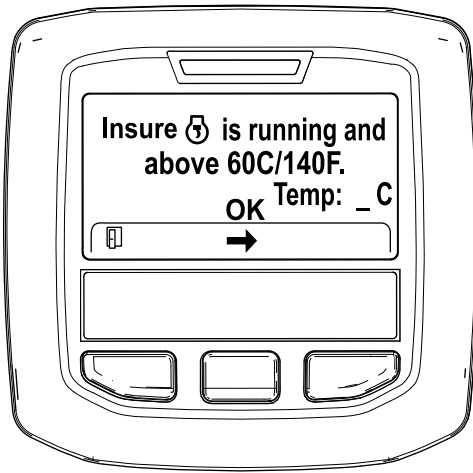

Figura 47
5. Se la temperatura del refrigerante è inferiore a 60°C, viene visualizzato il messaggio "Assicurarsi che  sia in funzione e sopra 60C". (Figura 47).